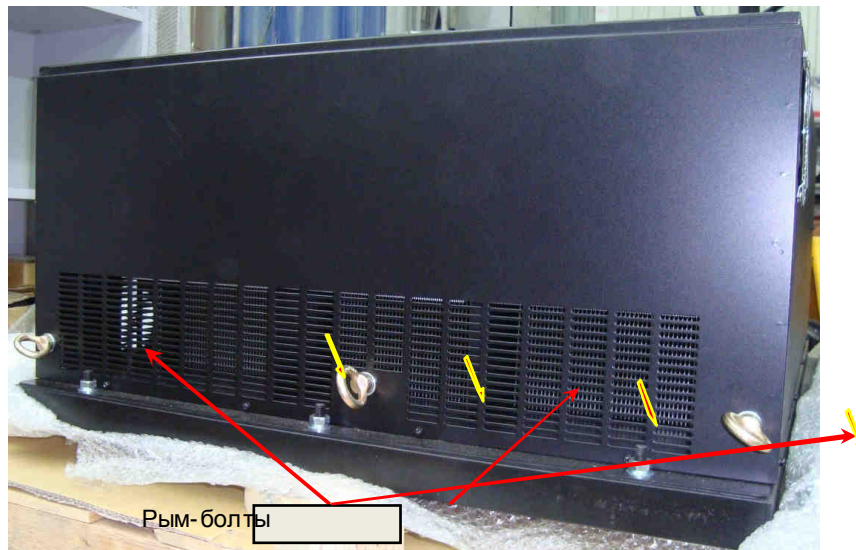

Рис. 7.27.
7.12.1. Надеть кожух на основание корпуса, совместив отверстия (25 шт.) по периметру для винтов. Вкрутить винты (25 шт.) не затягивая. Вкрутить три рым-болта. Затянуть винты крепления кожуха и рым-болты окончательно (рис. 7.27).